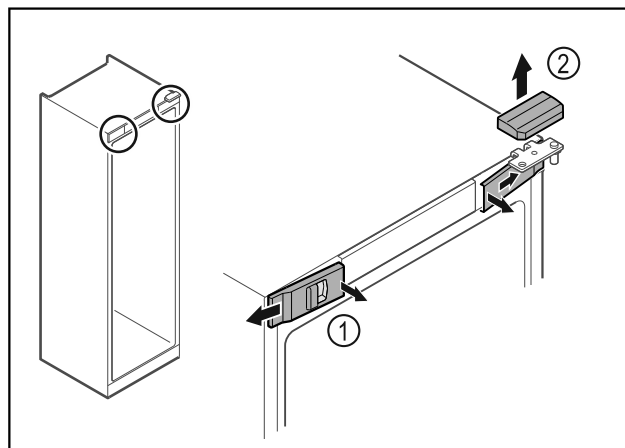

Fig. 5
- ▶ Desengajar las cubiertas delanteras Fig. 5 (1) del interior y dejarlas a un lado.
- ▶ Retirar hacia arriba la cubierta superior Fig. 5 (2).